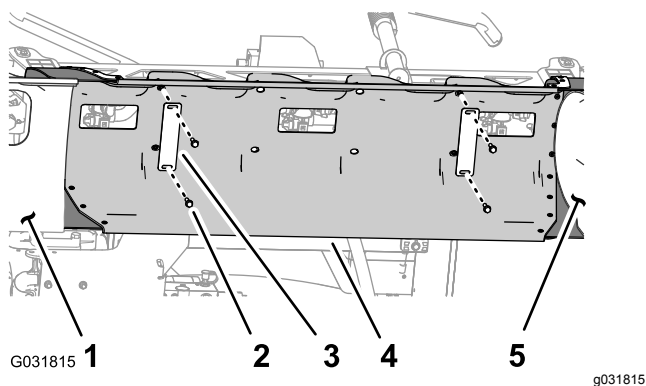

Figura 27
1. Mentre sostenete la copertura della sezione centrale (a 11 ugelli), rimuovete i 4 bulloni a testa flangiata (5/16" x 1 1/4") e le 2 cinghie della copertura che fissano la copertura alla staffa di supporto della copertura stessa (Figura 27).